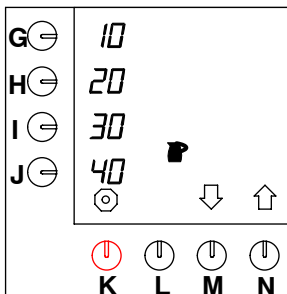

Fig. 27 Regolazione dei tasti di selezione preprogrammati per i bricchi
- Premere il tasto di selezione (N.)↑ fino a che sullo schermo viene visualizzato quanto illustrato nella fig. 27.